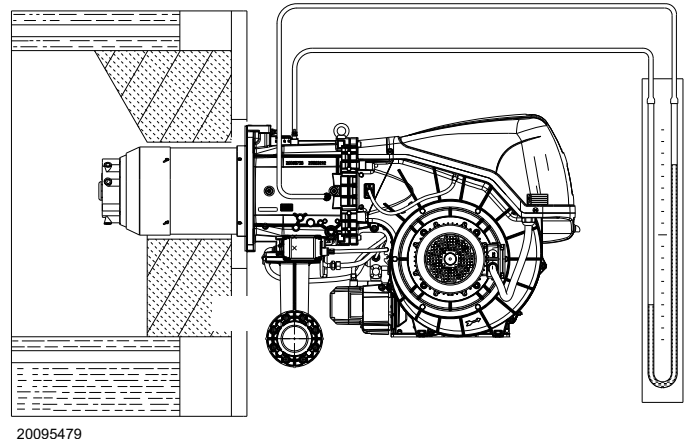

Abb. 30
- Montieren Sie ein U-Rohr-Manometer oder einen Differenzdruckmesser (Abb. 30), mit Entnahmestelle (+) am Gasdruck der Muffe und (-) in der Brennkammer. Damit soll annäherungsweise die Höchstleistung des Brenners mithilfe der Tab. Q ermittelt werden.
Das U-Rohr-Manometer (Abb. 30) zeigt den Gaseintritt an der Muffe an.